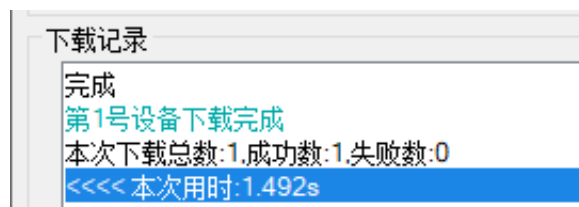

图 2.3.2
i. 下载结束，软件会在“下载记录”栏显示当前下载状态，下载成功如图 2.3.2；